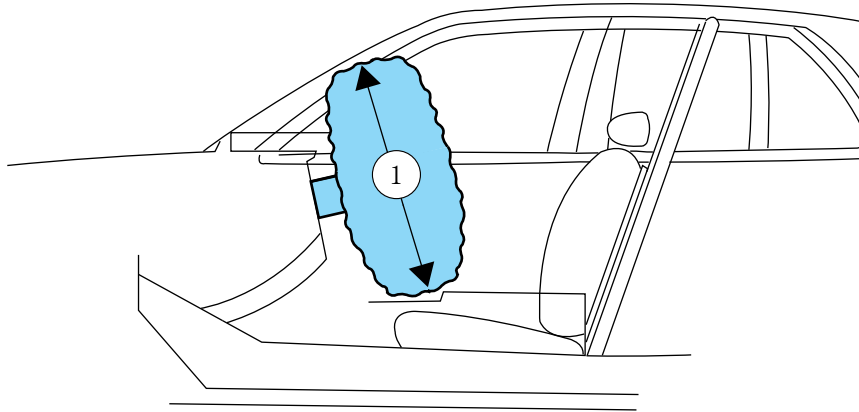

Figure 2
3. Espace prévu à l'avant de la console centrale, de la partie inférieure du cendrier jusqu'au-dessus de la planche de bord (pour les dimensions, consultez la figure 2).